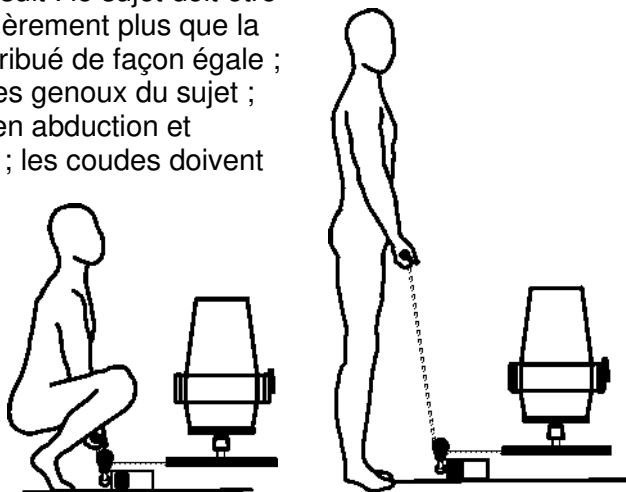

Figure 1
4. Montrez au sujet le mouvement qui est testé (levage du sol à la hauteur des articulations des doigts) et le bon positionnement comme décrit ci-dessous (figure 1).